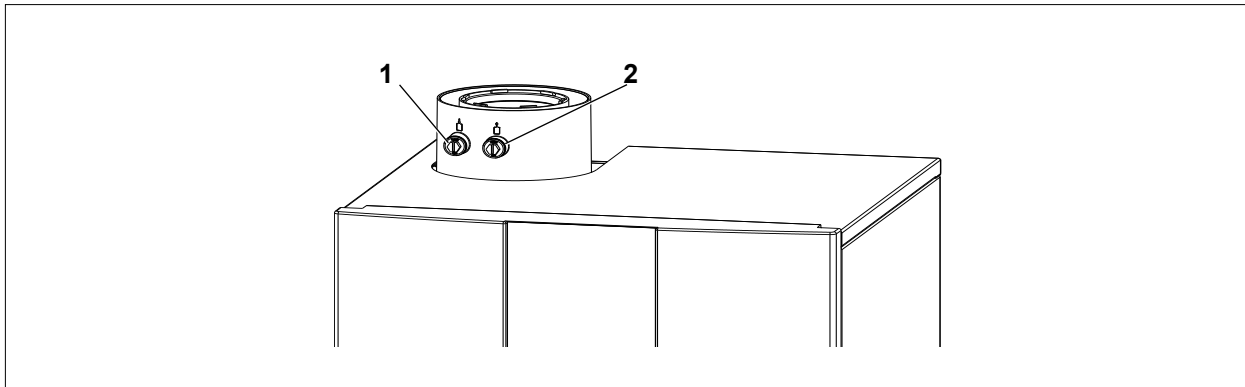

Abb. 5.1 Geräteanschluss mit Abgas-Messöffnung
- ▶ Kappe von rechter Messöffnung (Abb. 5.1) entfernen.
- ▶ Bei Bedarf CO₂-Wert gemäß Tab. 5.1 mit der Gasdurchflussschraube (2) korrigieren.